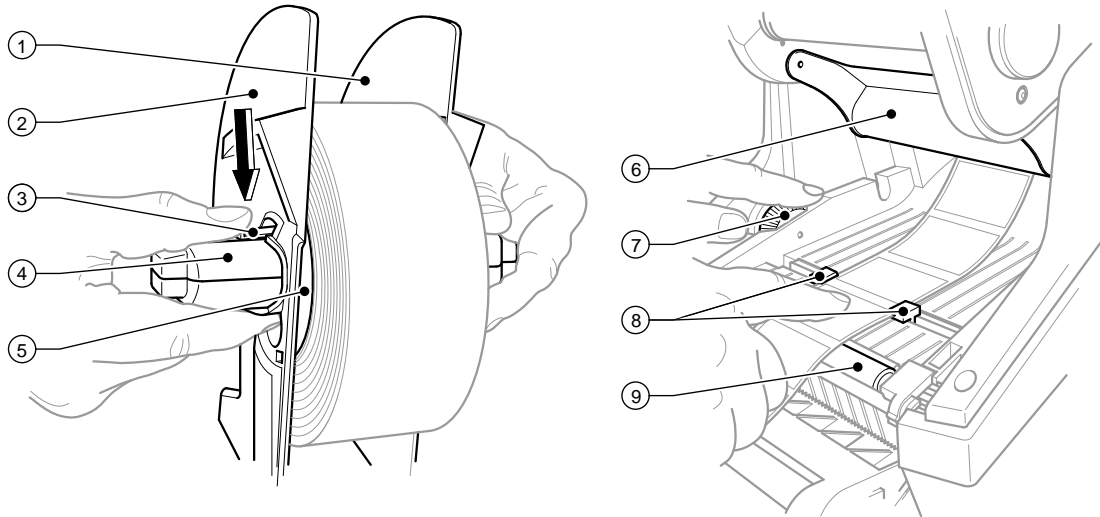

Figure 4 Support de rouleaux et guidage des consommables
1. Placer une pile d'étiquettes en paravent (1) à l'arrière de l'imprimante. Faire attention que les étiquettes de la bande soient vers le dessus.
2. Ouvrir le capot et basculer le panneau de commande (5).
3. Faire passer les étiquettes en paravent (1) sous le capot.
- Ajuster le support de rouleaux (2) à la largeur des étiquettes :
- Retirer le support de rouleaux (2) des fentes de positionnement (4) de l'imprimante. Retirer les adaptateurs du support de rouleaux, ▷ 4.1.1 à la page 11.
- Appuyer sur le levier (3 - Figure 4) et centrer les flasques 1 et 2 (2 - Figure 4) sur la largeur des étiquettes.
4. Replacer le support de rouleaux dans les fentes de positionnement (4) de l'imprimante. Faire attention que les parties arrondies du flasque soient vers l'avant.
5. Faire passer les étiquettes au dessus du support de rouleaux (2).
6. Appuyer sur la touche de verrouillage du système d'impression (6) et basculer le module d'impression vers le haut.
7. Faire passer les étiquettes en paravent sous le guide (6 - Figure 4) vers l'avant, puis par le rouleau d'impression (9 - Figure 4) et les faire ressortir de l'imprimante d'environ 15 cm.
8. Desserrer les guides d'étiquettes (8 - Figure 4) à l'aide de la roue de positionnement (7 - Figure 4) afin de faire passer les étiquettes. Pousser la bande d'étiquettes vers le bas et resserrer les guides d'étiquettes (8 - Figure 4) pour la maintenir.
9. Basculer le module d'impression vers le bas et appuyer en même temps sur les deux zones de pression (3) pour verrouiller le système d'impression.